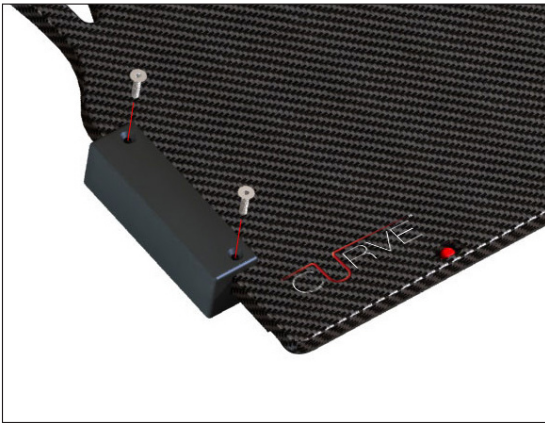

Рис. 6
1. Встановіть будь-який перехідник на одну сторону пристрою в наведеному нижче положенні за допомогою 2 (для кожної сторони) гвинтів розміром 1/4-20 x 1/2 дюйма. (Рис. 6)
3. Розташуйте позиційну планку з 2 штифтами в потрібному положенні (після прикріплення штифти позиційної планки збіжаться з отворами в нижній частині пристрою) (рис. 6, 7 і 8).